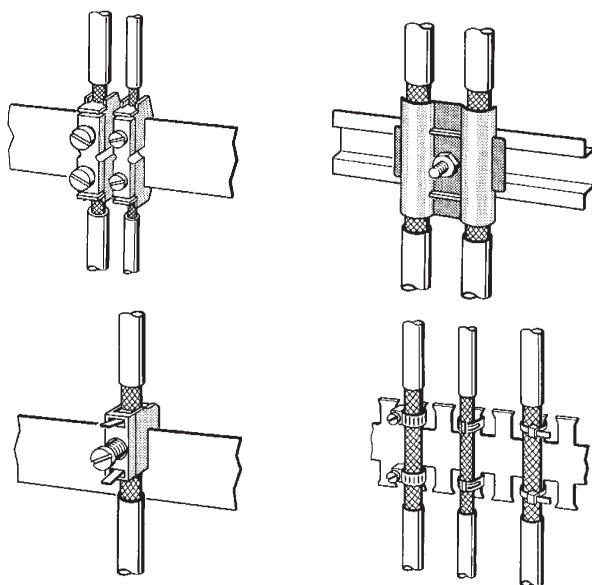

Figure C-3 Fixation de câbles blindés avec des brides, des colliers de câble ou des serre-câbles (représentation schématique)
- Les colliers de câble doivent être en contact sur une large surface avec le blindage et assurer une bonne conduction (voir figure C.3).